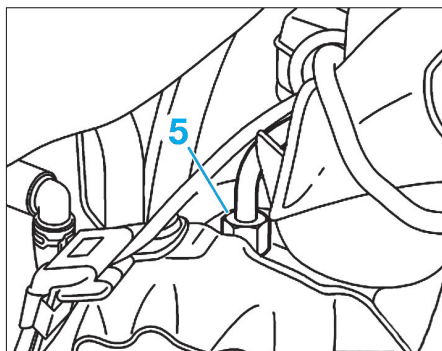

Fig. 43
- Desserrer la canalisation d'alimentation (5) en huile du turbocompresseur (Fig.43).